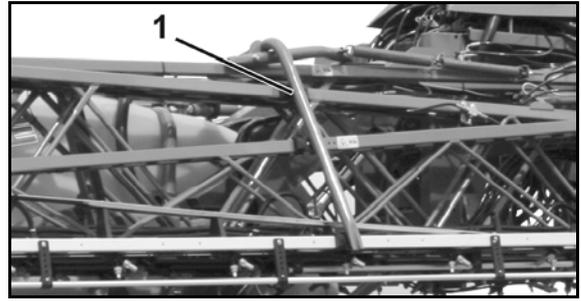

図 9
- Super (スーパー) L ブームが不意に展開するのを防ぐための移動用ロック機構 (図 9/1)